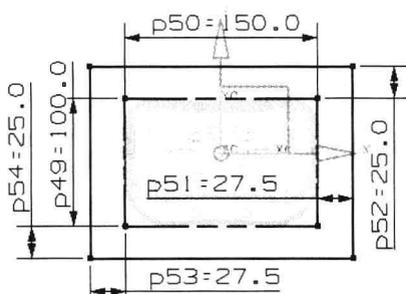
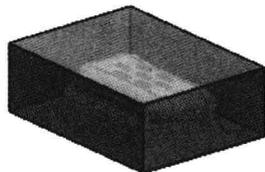

图 1.3 截面草图
图 1.4 创建后的工件
(1) 单击 **定义工件** 区域的“绘制截面”按钮 , 系统进入草图环境, 然后修改截面草图的尺寸, 如图 1.3 所示。
(2) 在“工件”对话框 **限制** 区域的 **开始** 和 **结束** 后的文本框中分别输入值 35 和 -35。
Step4. 单击 **确定** 按钮, 完成创建后的模具工件如图 1.4 所示。